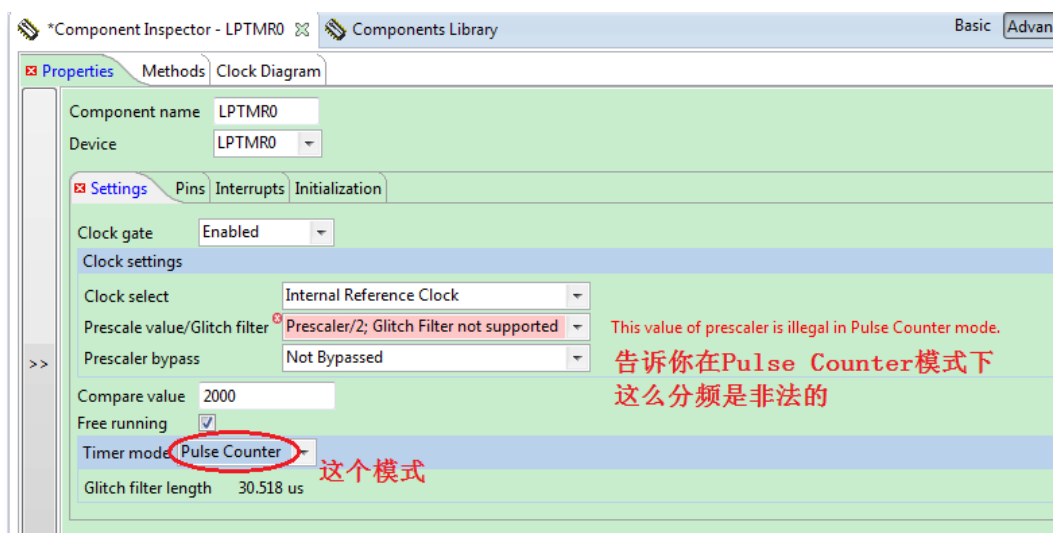

图 138 PE的出错提示
- 首先，图形化的配置界面虽然简单，但是并不是可以随心所欲的配置，模块本身有自己的一套工作流程，不同的bit位之间可能会存在关联，因此有可能出现配置冲突。如果用户是手动输入的代码，则很难发现对这种bit位赋值错误；如果是用PE进行配置，就会自动提示报错，如图 138所示。